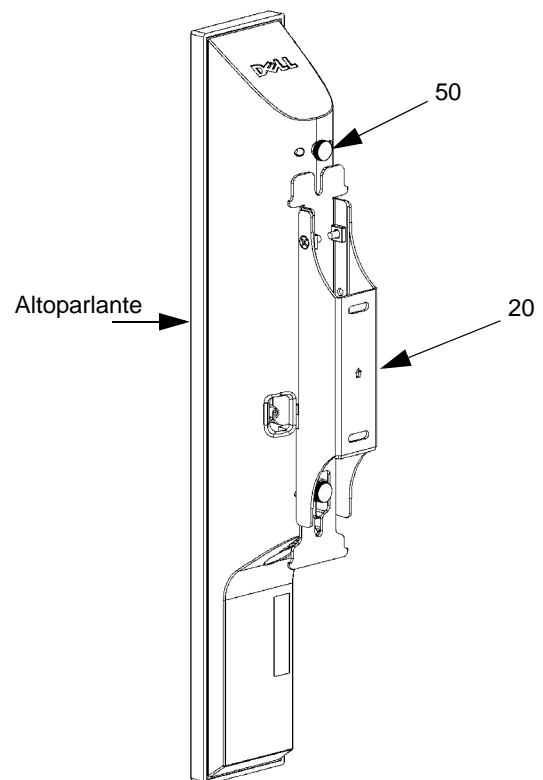

Figura 16. Allentare le due viti ad alette
1. Tenendo l'altoparlante con una mano, rimuovere le due viti ad alette (50) e le guarnizioni (110, non illustrate) che fissano l'altoparlante alla staffa (20). Vedere la figura 16.